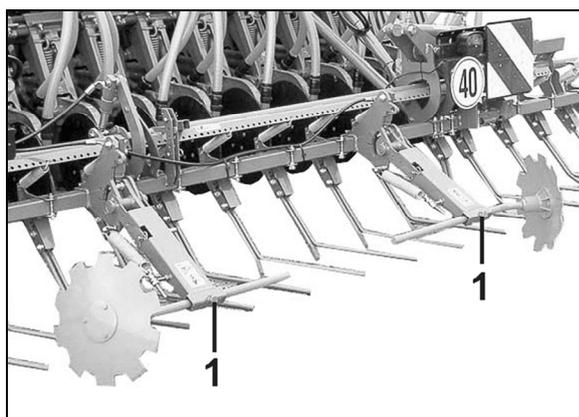

Fig. 164
4. Schrauben (Fig. 164/1) lösen.
7. Schrauben (Fig. 164/1) fest anziehen.